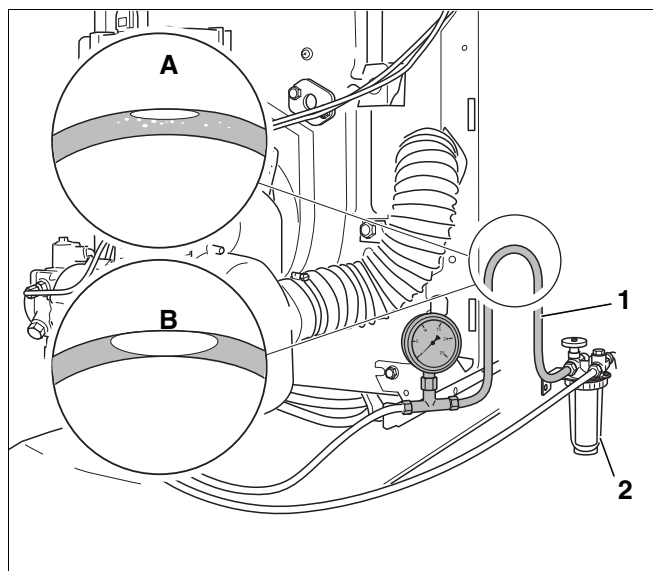

Рис. 47 Вертикальная петля прозрачного шланга
- Соединить прозрачный шланг (рис. 47, **поз. 1**) со всасывающей линией за топливным фильтром (рис. 47, **поз. 2**).
- Сделать из прозрачного шланга вертикальную петлю так, как показано на (рис. 47).
- Проверить размеры воздушного пузырька, образовавшегося в шланге (рис. 47, **вид А и В**).
Топливопровод достаточно герметичен, если воздушный пузырек в верхней части шланга имеет небольшие размеры (рис. 47, **вид А**).
Большой воздушный пузырек (рис. 47, **вид В**) говорит о том, что на всасывающей линии и/или в местах подключений имеются неплотности.